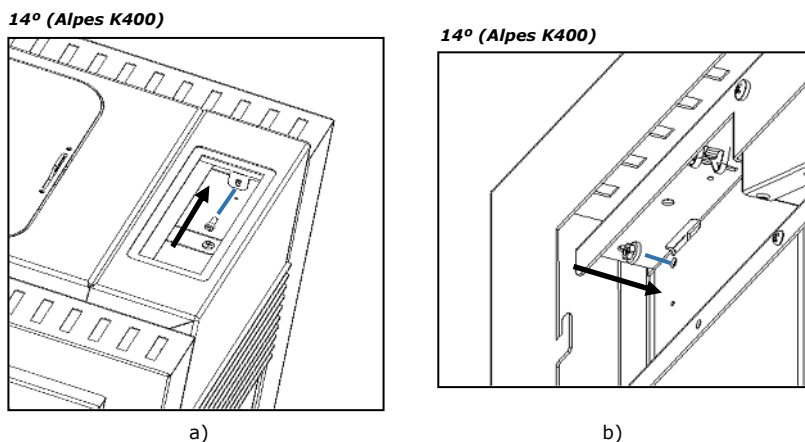

Figura 67 A e B - Fixação das laterais estruturais
q) Depois de encaixar as laterais, aperte estas à estrutura do equipamento. No caso da Alpes K400 utilizando dois parafusos **A** (DIN 912 M5x12) e duas porcas **B** (DIN 6923 M5), nos furos preparados para o efeito ver Figura 67-a e b.